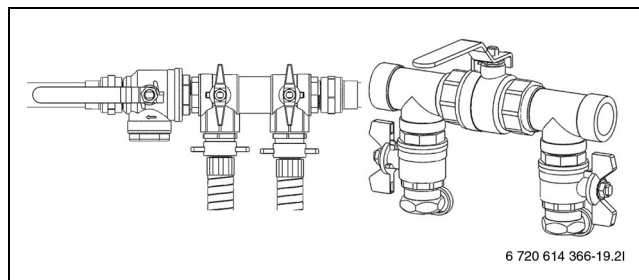

Bild 24 Befüllanlagen in Befüllposition
- Ventile der Befüllanlage auf die Befüllposition stellen (→ Bild 24).